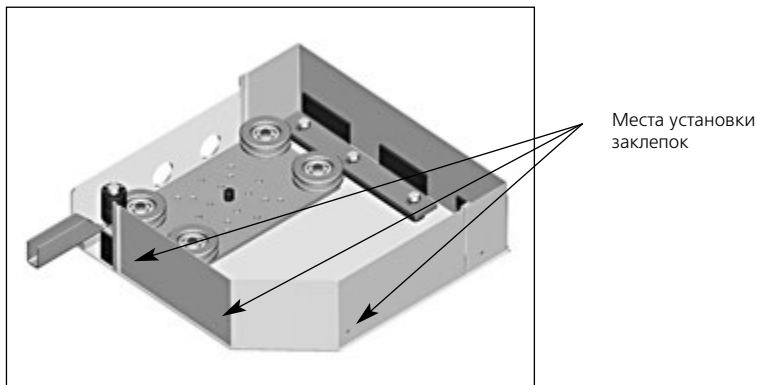

Рис.5.3
- 5.13.** Установить крышку короба, закрепить ее заклепками (рис.5.3).